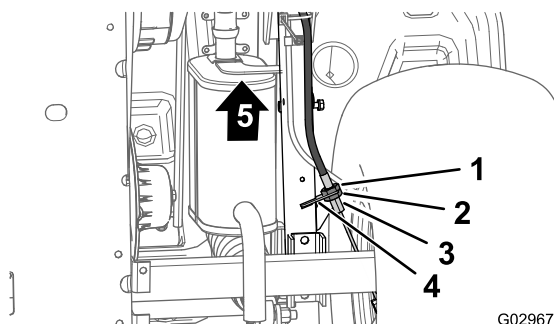

Figura 63
3. Sulla parte inferiore della macchina, allentate di 4 giri il controdado posteriore per il regolatore filettato del cavo del freno di stazionamento (Figura 63).
4. Serrate il controdado anteriore (Figura 63).
- A. Allentate di 1 giro il controdado anteriore (Figura 63) per il regolatore filettato del cavo del freno di stazionamento.
- B. Serrate il controdado posteriore (Figura 63).
- A. Allentate di 1 giro il controdado posteriore (Figura 63) per il regolatore filettato del cavo del freno di stazionamento.
- B. Serrate il controdado anteriore (Figura 63).